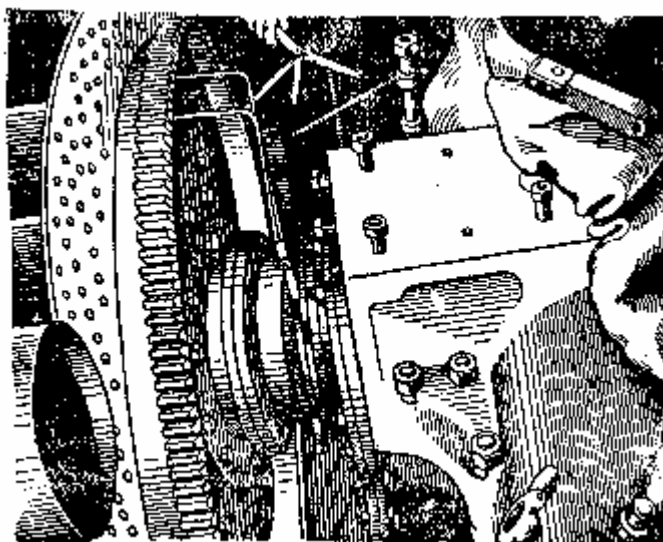

Рис. 105. Центровка двигателя с коробкой перемены передач (замер торцевого зазора)
- 4) Проверить совпадение осей ведущего вала коробки перемены передач и коленчатого вала двигателя. Эту проверку производят по двум стрелкам, одну из которых устанавливают на муфте соединения коробки с фрикционом, а другую — под гайку крепления зубчатого венца главного фрикциона, как показано на рис. 105 и 106. Разность зазора между остриями стрелок при замерах сверху, снизу и с боков допускается не более 0,8 мм. В случае несовпадения стрелок более чем на 0,8 мм нужно подобрать соответствующей толщины прокладки под лапы двигателя или сместить двигатель в сторону, насколько позволяет это сделать зазор между болтом и отверстиями в лапах двигателя и в подmotorной раме. Под каждую лапу двигателя разрешается ставить не более трёх прокладок, суммарная толщина которых не должна превышать 1,5 мм. При значительном несовпадении стрелок в левом и правом положениях, а также в тех случаях, когда смещать двигатель в сторону, за счёт зазора между болтами и отверстиями подmotorной рамы, уже больше нельзя, — разрешается увеличение (распиловка) отверстий в подmotorной раме, но не более чем на 1 мм. Для проверки совпадения осей по стрелкам необходимо вытянуть из картера на величину люфта коленчатый вал. Это достигается выключением главного фрикциона от четырёх до пяти раз.